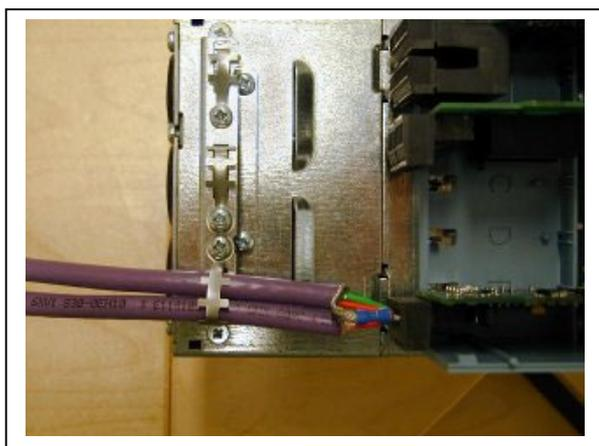

Рис. 4-7
3. Закрепите оба кабеля Modbus на корпусе с помощью зажима (рис. 4-7).